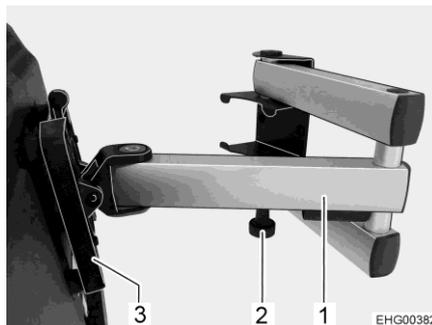

Bild 76 Halterung (zweiteiliger Gelenkarm)
- Entriegelungsknopf (Bild 76,2) ziehen. Der Gelenkarm (Bild 76,1) ist entriegelt.
- Verstauen: ■ Flachbildschirm in die Ausgangslage zurückschwenken, bis die Halterung (Bild 76,3) hörbar in die Verriegelung einrastet.